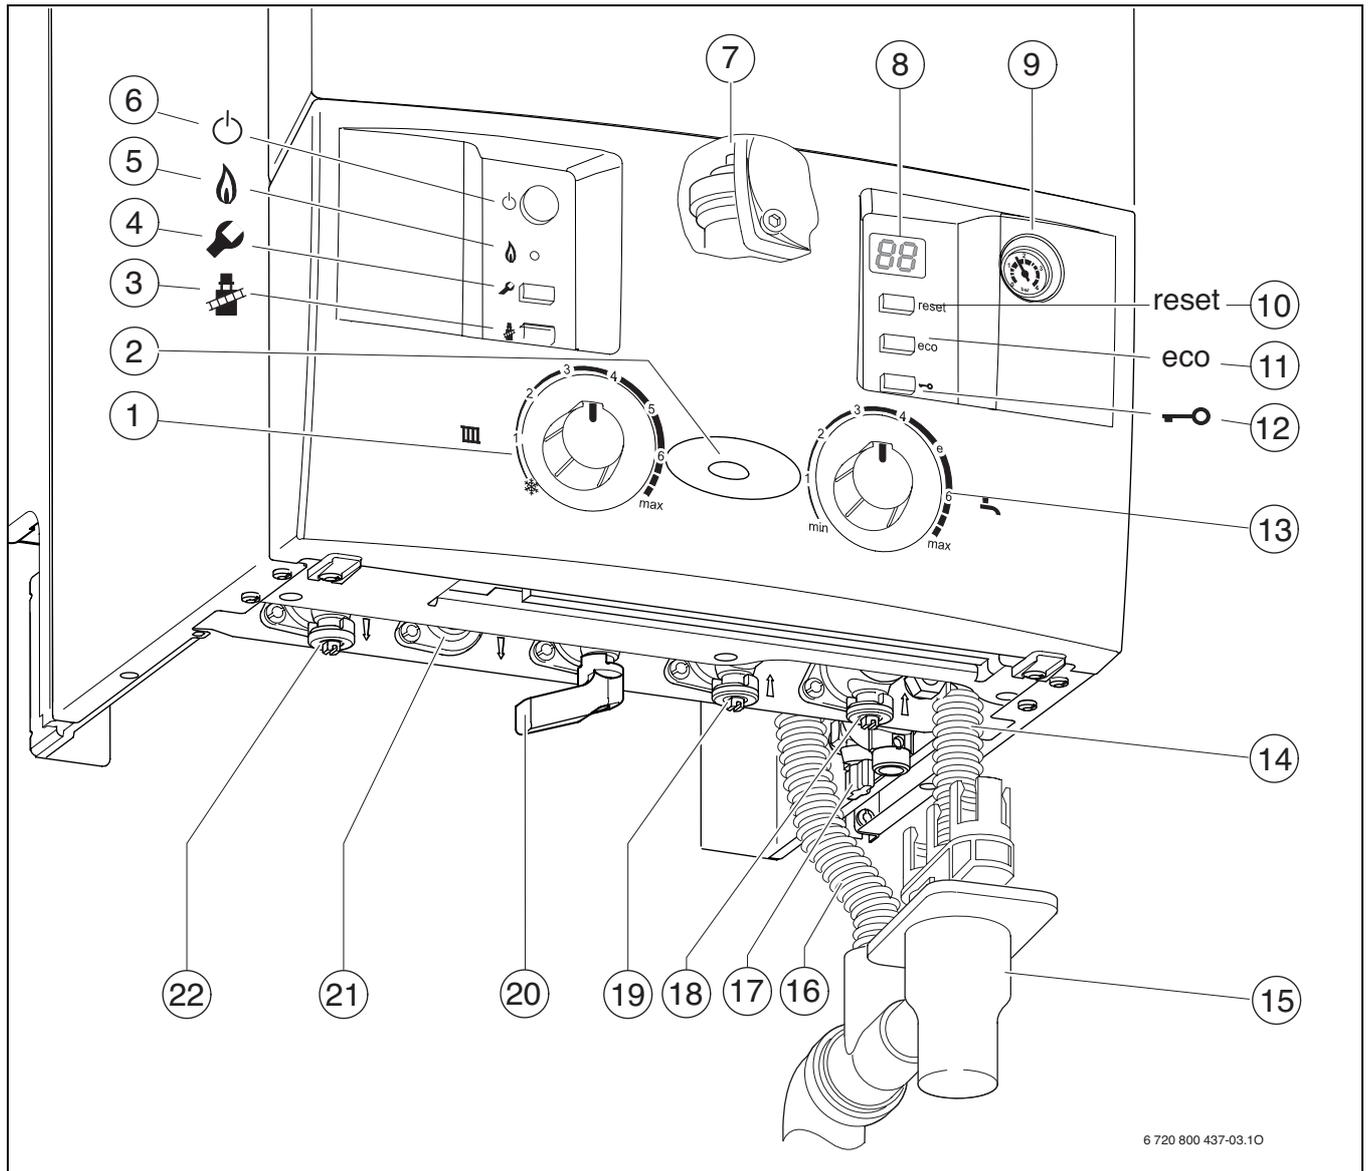

Fig. 21
- ▶ Aprire i rubinetti di mandata e ritorno riscaldamento [18 e 22, fig. 21], aprire il rubinetto di carico, riempire l'impianto di riscaldamento su 1 - 2 bar e chiudere il rubinetto di carico.